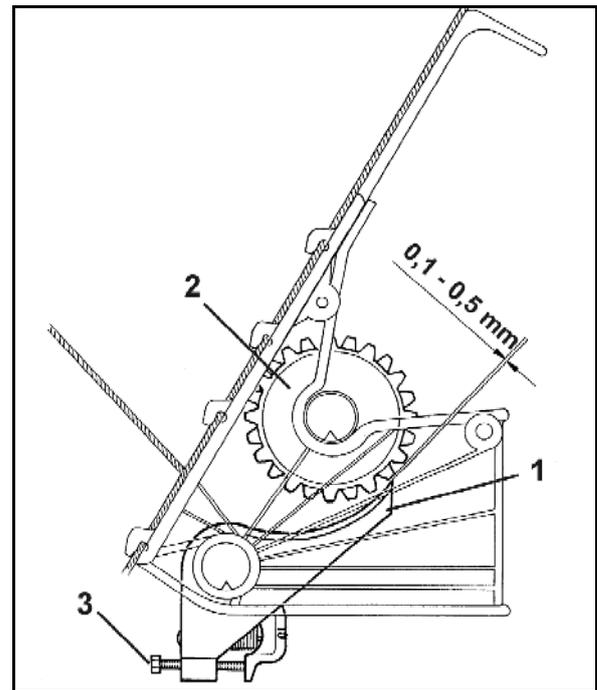

Fig. 43
3. Verificar os alçapões (Fig. 43/1) em relação a facilidade de movimento.
4. Verificar se a distância prescrita de 0,1 mm a 0,5 mm (Fig. 43) entre o alçapão (Fig. 43/1) e a roda de sementeira (Fig. 43/2) é respeitada em todas as carcaças de sementeira. Nessa ocasião, deve rodar-se à mão a roda de sementeira a verificar no veio de semeador.
5. Ajustar a distância prescrita no caso de desvios com o parafuso de aperto da mola (Fig. 43/3).